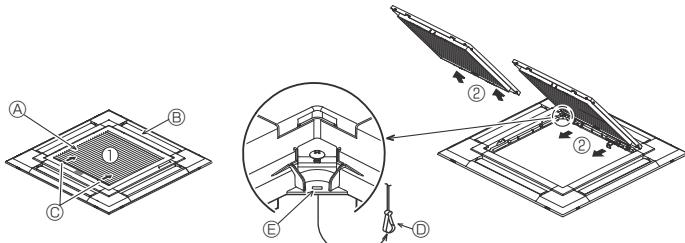
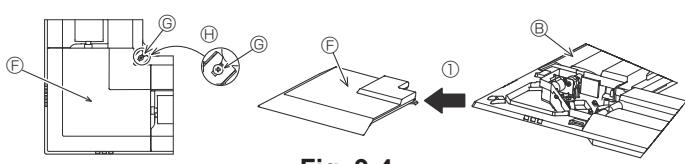

Fig. 9-3
Fig. 9-4
9.2.1. Remoção da grelha de admissão (Fig. 9-3)
- Deslize as alavancas na direcção indicada pela seta ① para abrir a grelha de admissão.
- Com a grelha de admissão na posição “aberta”, retire a dobradiça da grelha de admissão da grelha tal como indicado pela seta ②.
9.2.2. Remoção do painel de canto (Fig. 9-4)
- Desaperte os 4 parafusos do canto. Faça deslizar o painel de canto na direcção da seta ① da figura e retire o painel de canto.
[Fig.9-3] [Fig.9-4]